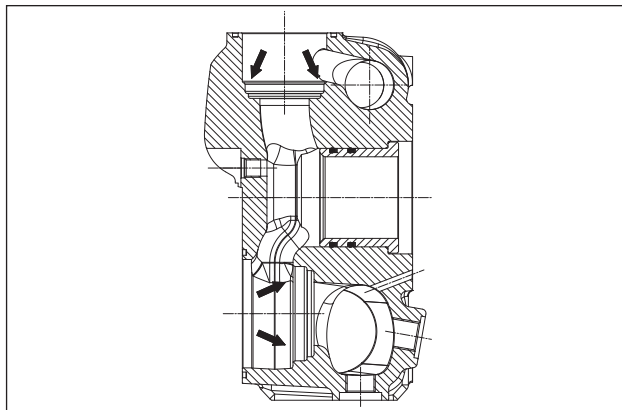

图 149
重新安装阀组前, 应彻底清洁和干燥泵头里的相应底座, 如箭头所示 (①, 图 149)。